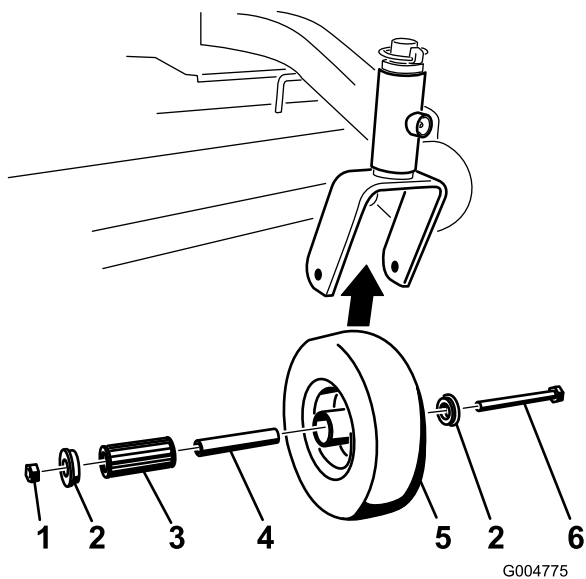

Figure 35
- Enlevez le contre-écrou et le boulon de fixation de la roue pivotante à la chape (Figure 35).
- Enlevez une bague, puis sortez la douille pour clé et le roulement à rouleaux du moyeu de roue (Figure 35).
- Enlevez l'autre bague du moyeu, puis nettoyez la graisse et les saletés éventuellement présentes dans le moyeu (Figure 35).
- Examinez l'usure du roulement à rouleaux, des bagues, de la douille pour clé et de l'intérieur du moyeu. Remplacez les pièces endommagées ou usées (Figure 35).
- Pour le remontage, placez une bague dans le moyeu de la roue. Lubrifiez le roulement à rouleaux et la douille pour clé, et insérez-les dans le moyeu. Mettez la deuxième bague dans le moyeu (Figure 35).
- Montez la roue pivotante dans la chape à l'aide du boulon et du contre-écrou. Serrez le contre-écrou jusqu'à ce que la base de la douille pour clé soit en appui contre l'intérieur de la chape (Figure 35).